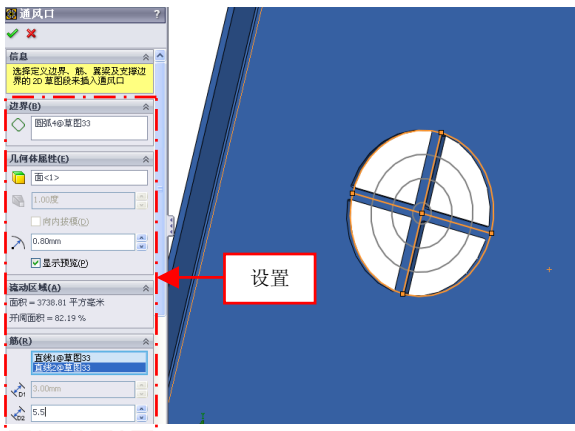

图 13-92 设置参数值
(2) 退出草图绘制环境，在菜单栏中，单击【插入】|【扣合特征】|【通风口】命令，弹出【通风口】属性管理器，选取直径为 69 的圆对象，设置【圆角的半径】为 0.8，激活【筋】选项区，依次选择两条直线对象，并设置【输入筋的宽度】为 5.5，如图 13-92 所示。